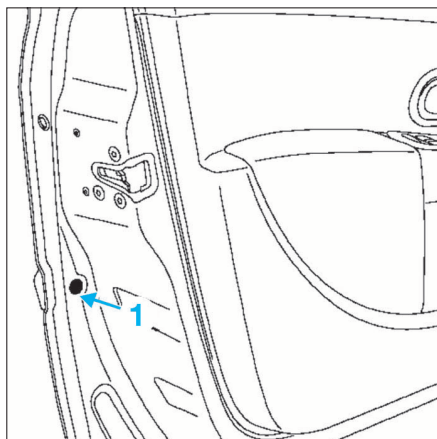

FIG. 80
- Déclipser l'obturateur (1) puis déposer la vis (Fig.80).